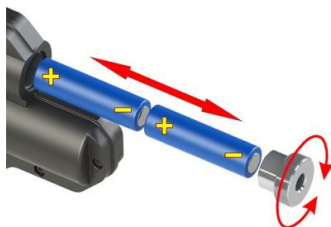

Рисунок 8
4. Установить аккумуляторы в локатор (рисунок 8):